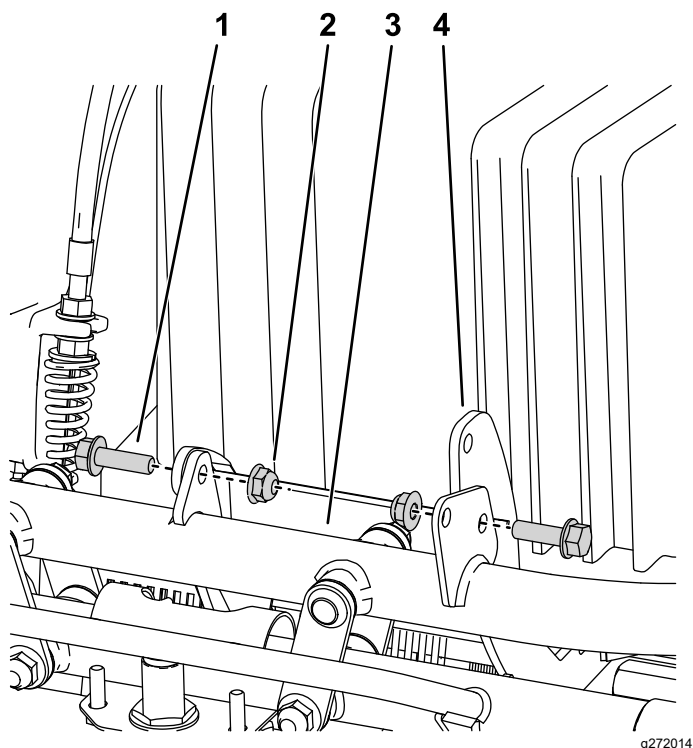

Figura 4
4. Rimuovete i 2 bulloni e i dadi che fissano la piattaforma della batteria alla parte anteriore della macchina e la piattaforma e la batteria (Figura 4).